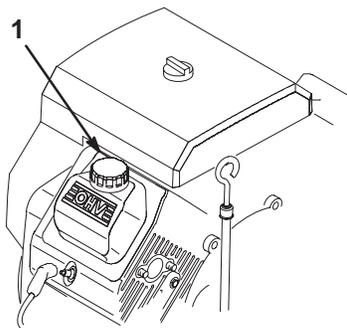

Bild 28
- Gießen Sie ca. 80% der angegebenen Ölmenge langsam in das Einfüllrohr (Bild 28).